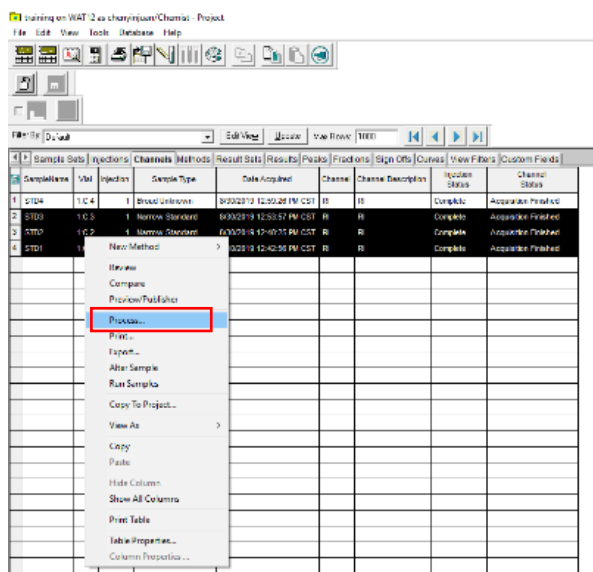

图6-54
Step 1: 在数据查看主页面，选中标样，右键-Process，弹出图6-54对话框。